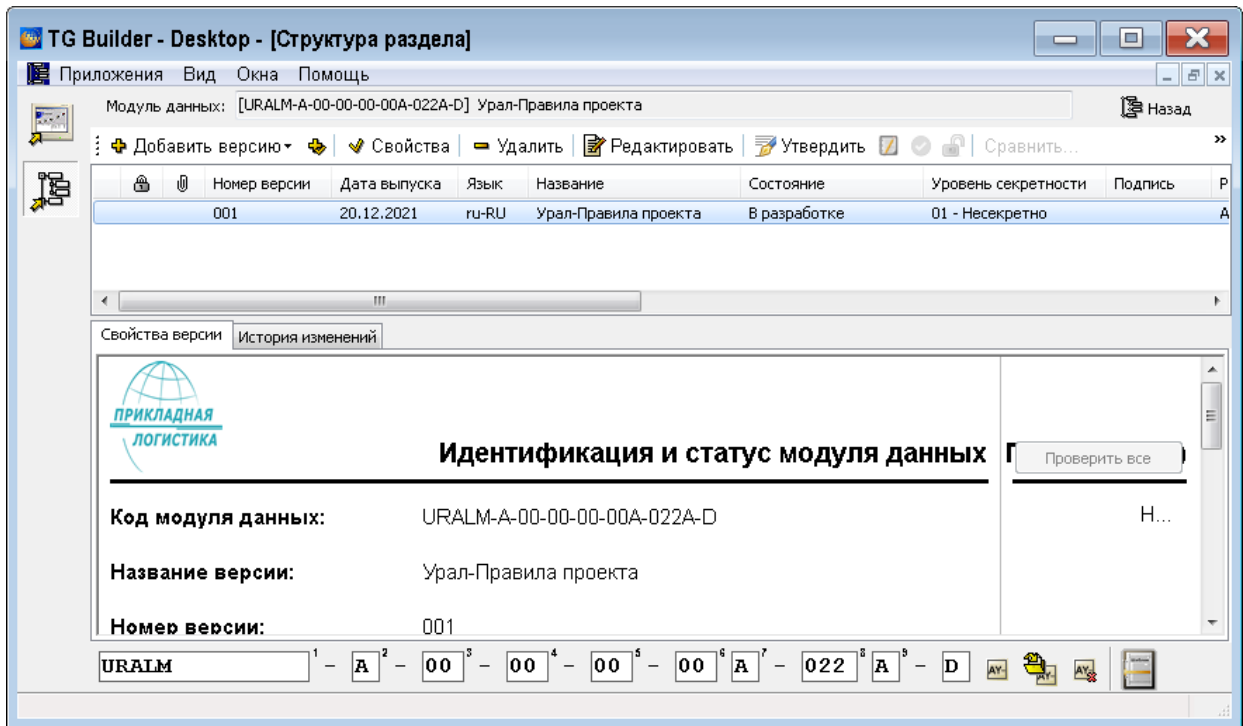

Рисунок 967
3) При необходимости введите причину добавления новой версии и отредактируйте параметры версии МД, присвоенные по умолчанию (рисунок 967).